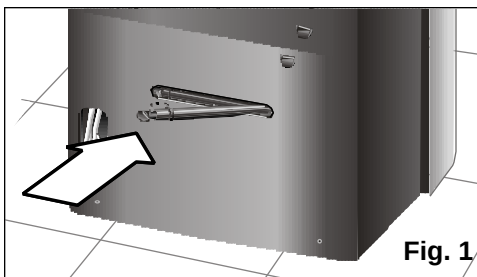

Fig. 1
- ☐ Undersøk at proppen i avløpsrøret sitter godt fast, da den kan ha løsnet under transporten, **Fig. 1**.
- ❑ Kontroller at proppen, **Fig. 1**, er festet på avløpsrøret for å unngå at vannet kan renne ut og væte underlaget.